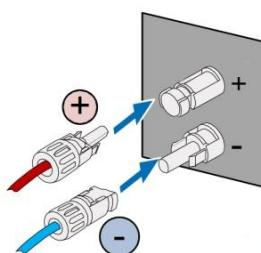

图 5.5 光伏直流组串接入逆变器
- (1) 将已经接好光伏组串的正极和负极连接器接入逆变器直流接口的对应位置，确认紧固连接，如图 5.5 所示；
- (2) 将直流连接器从逆变器拆卸时，用“一”字螺丝刀尖头部位插入连接器中部凸起的孔中，用力将连接器活动端退出即可。